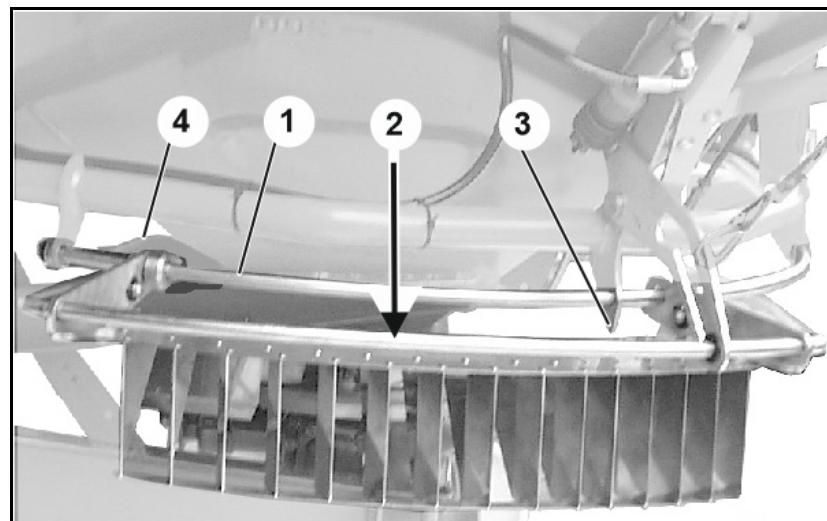

Рис. 76
- Настройка осуществляется перемещением отражающего щитка по направляющей скобе (Рис. 76/1).
- Считываемые в таблице норм внесения удобрений значения вновь находятся на отражающем щите (Рис. 76/2).
- Острие крепления цилиндра служит в качестве стрелки для установленного значения (Рис. 76/3).
1. Ослабьте поворотную рукоятку (Рис. 76/4).